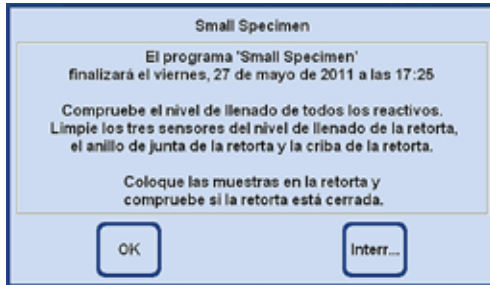

Fig. 193
6. Al iniciar un programa, una indicación de la pantalla (fig. 193) informa del momento en que concluirá previsiblemente el programa y señala al usuario que compruebe el nivel de llenado de todos los reactivos y cierre la retorta.